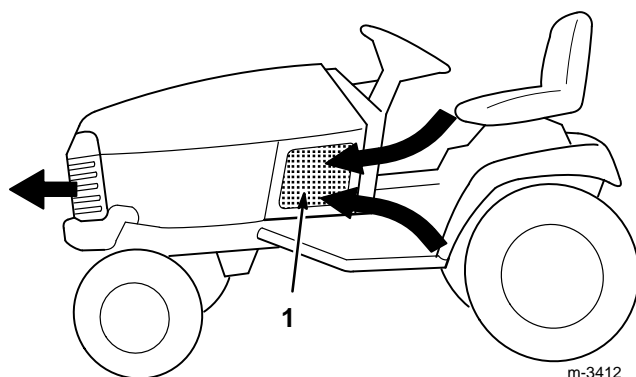

Figure 6
2. Contrôler la propreté des 3 grilles de prise d'air (Fig. 6). Les débarrasser des débris qui les obstruent avant chaque utilisation, et en cours d'utilisation si nécessaire.